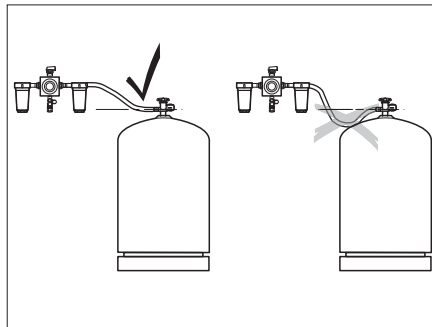

Bild 85 Verlegen der Gasschläuche
- ▶ Beim Verlegen der Gasschläuche darauf achten, dass die Schläuche stetig steigen (Bild 85)!